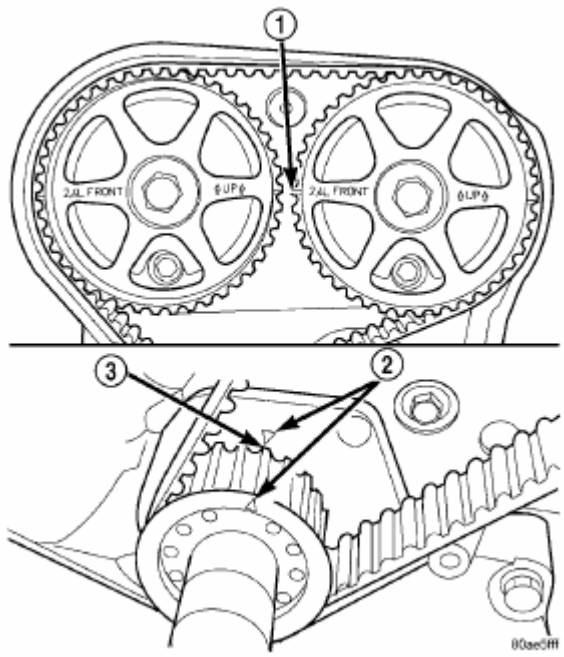

Рис. 109. Установка фаз коленчатого и распределительного валов.
(7) После установки ремня ГРМ и регулировки натяжителя, провернуть коленвал **ПО ЧАСОВОЙ СТРЕЛКЕ** на два полных оборота от руки для посадки ремня, так, чтобы коленвал вновь вернулся в положение ВМТ. Убедиться, что метки установки фаз распределительного и коленчатого валов расположены правильно (Рис.109).